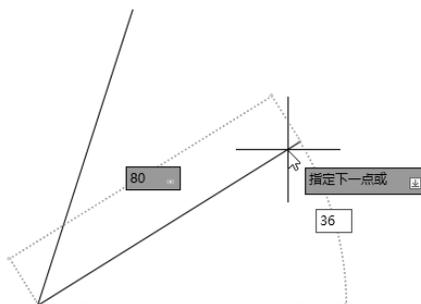
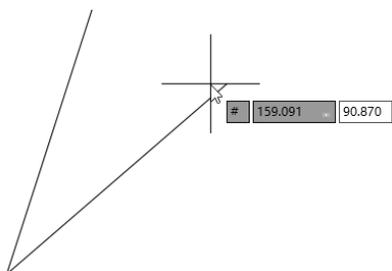

图 2-7 确定 P3 点
图 2-8 确定 P3 点 (绝对坐标方式)
(3) 拖动鼠标, 然后在动态输入框中输入长度为 80, 按 Tab 键切换到角度输入框, 输入角度为 36, 如图 2-7 所示。按 Enter 键确认 P3 点, 也可以输入绝对坐标 (#159.091,90.870), 如图 2-8 所示。按 Enter 键确认 P3 点。